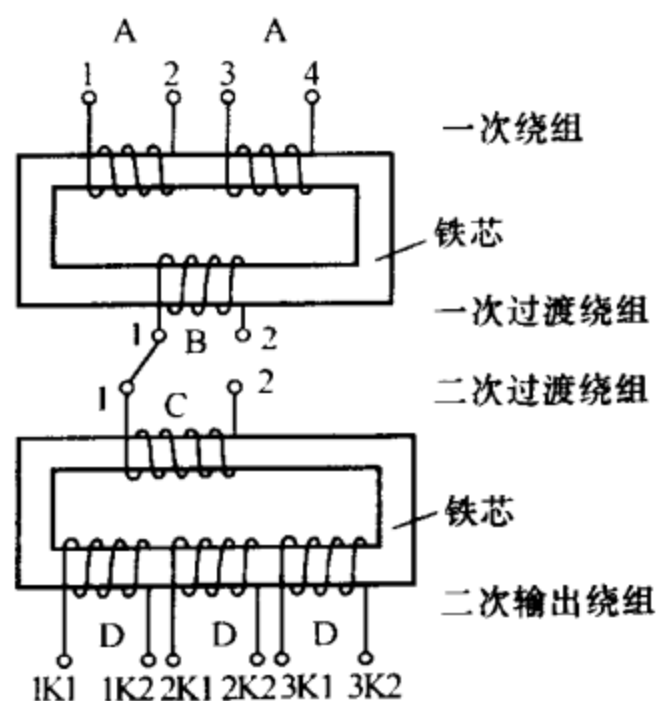

图 3-80 电流互感器
(2) 给互感器绕组施加加热电流的几种方案。互感器的种类、型号较多，构造也各不相同，所以在驱潮时要根据各台设备的具体情况确定烘干方案。现以 L-110 型 110kV 的电流互感器为例，介绍两种施加加热电流的方案。L-110 型 110kV 电流互感器内部接线如图 3-80 所示。绕组的接线方式为：